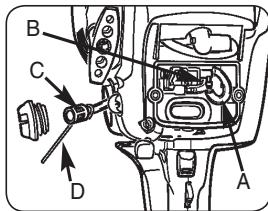

Рис. 15
2. Отсоедините топливный шланг(A) от карбюратора.
3. Извлеките топливный фильтр (С) из резервуара куском проволоки с изогнутым концом (D) или плоскогубцами с длинными губками. Снимите фильтр и выбросьте его.
5. Снова подсоедините топливный шланг (A) к прокладке карбюратора (B). Вставьте обратно воздушный фильтр и крышку (Рис. 15).